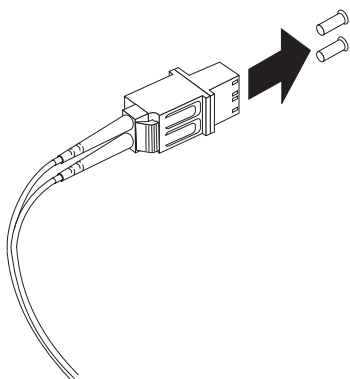

图 22. 卸下 LC-SC 电缆适配器保护帽
3. 卸下 LC-SC 电缆适配器 LC 接口端的两个保护帽，如第 32 页的图 22 中所示。妥善保存保护帽以供将来使用。